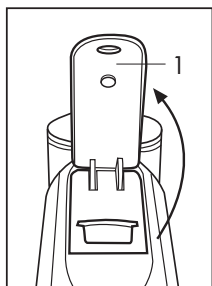
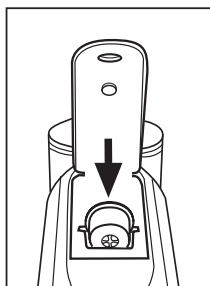

Fig. 6
Fig. 7
- Levante completamente la palanca de mando (1) (Fig. 6) e inserte una cápsula en el espacio adecuado. (Fig. 7)